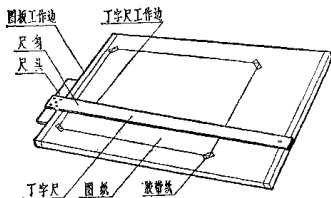
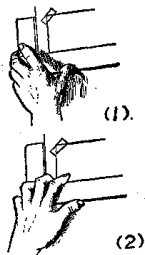

图 1-3 图板与丁字尺
图 1-4 丁字尺的上下移动
丁字尺由尺身、尺头两部分构成（见图1-3）。固定式丁字尺要求尺身尺头连接牢固，不能有丝毫松动。绘图时利用尺头竖直一边紧靠在图板左侧工作边上上下滑动，由于尺身上下可画出不同高度的水平线。丁字尺在图板上作上下移动时手的姿势见图1-4
(1)。当只需微动时可用大拇指和食指移动，其余手指则使尺头始终紧靠图板工作边。如图1-4 (2)。
画水平线只能用丁字尺工作边 (见图1-3), 不能使用丁字尺尺身下边画线。注意保护丁字尺工作边的平直, 切忌用它裁刻图纸或移作他用, 以免损坏, 影响绘图质量。